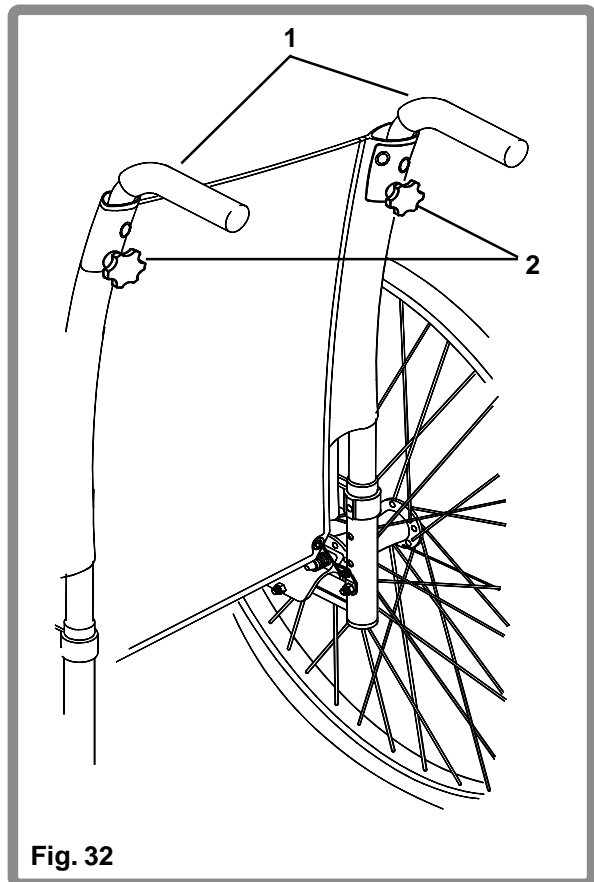

Fig. 32
Een standaard kenmerk van deze rolstoelen zijn de in hoogte verstelbare duhandvatten (1). Voor het afstellen van de duhandvatten draait u de afstelknoppen (2) los. Plaats de duhandvatten in de gewenste positie en draai de knoppen weer vast (Fig. 32).